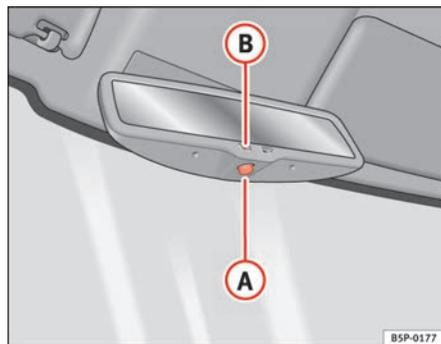

Fig. 86 Specchio retrovisore interno fotocromatico.
- Premere il tasto **A** ⇒ fig. 86. La spia **B** si spegne.
- Premere il tasto **A** ⇒ fig. 86. La spia si accende.